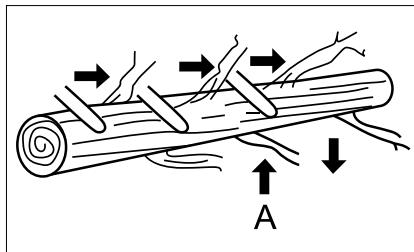

Fig. 18
Retezarea ramurilor se face pe trunchiul doborât. Nu retezați ramurile ce susțin trunchiul și care nu permit acestuia să se rostogolească (A), până ce trunchiul nu va fi debitat (Fig. 18).